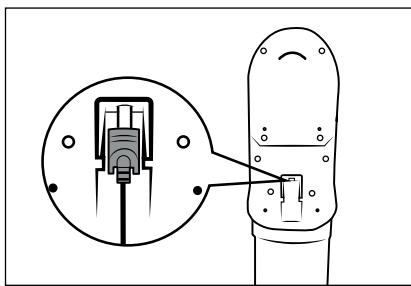

Fig. 8
- Rechargez la batterie ② dès que l'indicateur de batterie ③ indique une faible charge résiduelle de la batterie ② .
- L'appareil s'éteint peu après l'affichage d'une batterie vide ② .
- L'aspirateur peut également être rechargeé directement via l'adaptateur secteur ⑩. Pour ce faire, retirez la fiche creuse ⑪ du support mural ⑬ en le tournant légèrement et insérez-la dans la prise de recharge ③ de l'appareil (voir fig. 8).